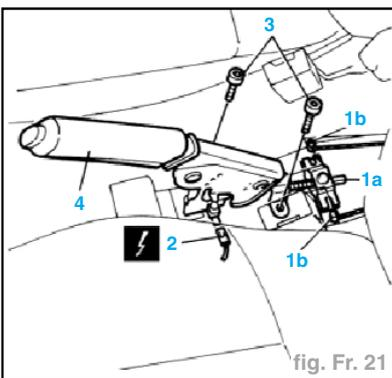

fig. Fr. 21
- Débrancher la connexion électrique du frein à main (2) (fig. Fr. 21).